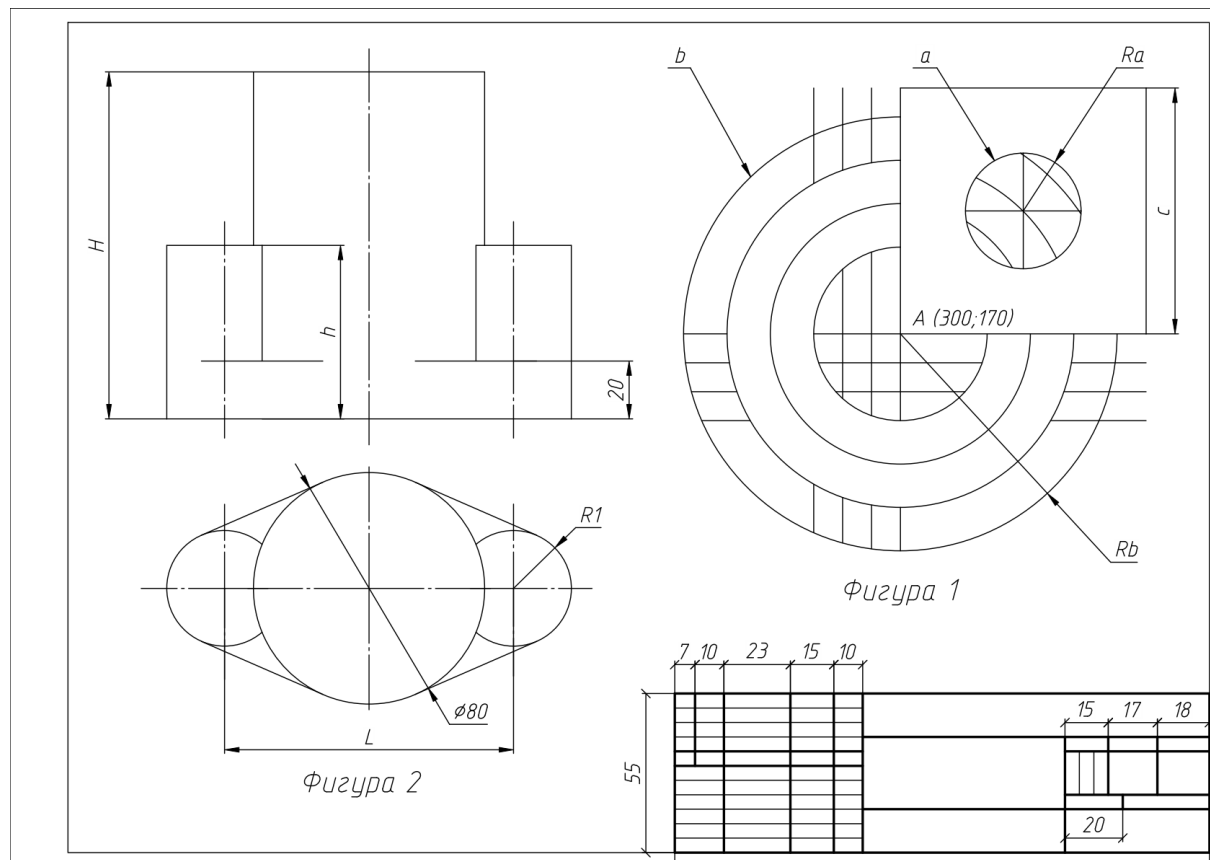

Рис. 66. Чертёж к практической работе № 3
- а) любыми двумя подобиями окружности *b* (см. рисунок 66);
- б) окружностью *a* и квадратом (см. рисунок 66).
9. Удалите линии, расположенные между окружностью *a* и квадратом (см. рисунок 66).
10. Начертите Фигуру 2 (см. рисунок 66). Размеры по вариантам приведе- ны в таблице вариантов заданий. **Самостоятельно**, применяя любые методы построения линий и редактирования чертежа.
11. Постройте рамку со штампом (см. рисунок 66).